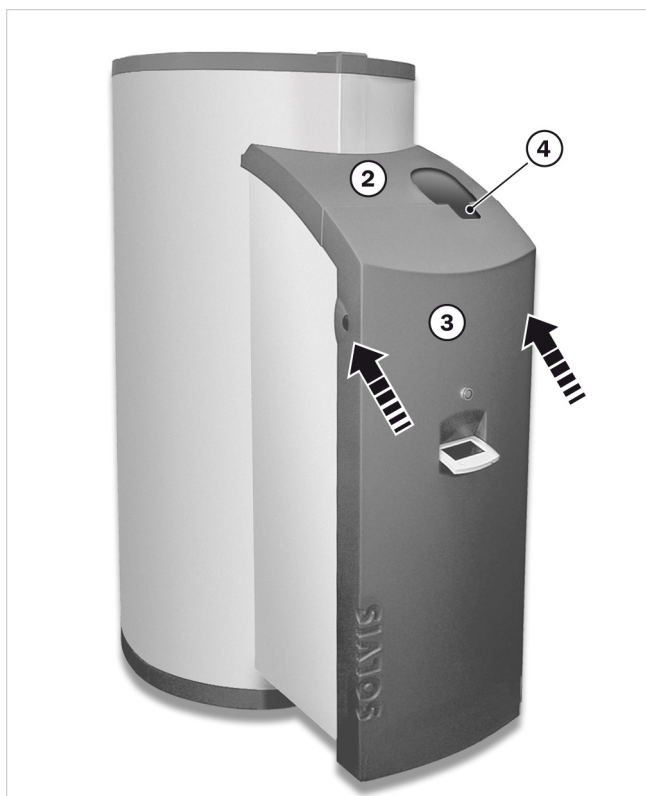

Abb. 66: Frontverkleidung vollständig montieren
1. Die obere Frontverkleidung, → Abb. 66 (2), auf die beiden Seitenverkleidungen aufsetzen.
2. Die vordere Frontverkleidung (3) an der Konsole unten rechts und links aufsetzen.
- Im Lieferumfang des SolvisMax Solo befindet sich ein Deckel zum Schließen der Durchführung (4).